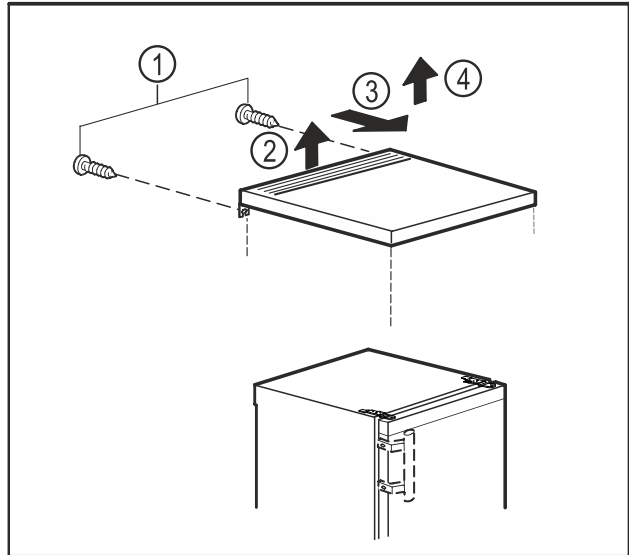

Fig. 10
- ▶ Odstranite vijake na zadnji strani. Fig. 10 (1)
- ▶ Od zadaj dvignite mizno ploščo. Fig. 10 (2)
- ▶ Mizno ploščo potisnite naprej. Fig. 10 (3)
- ▶ Mizno ploščo odstranite navzgor. Fig. 10 (4)